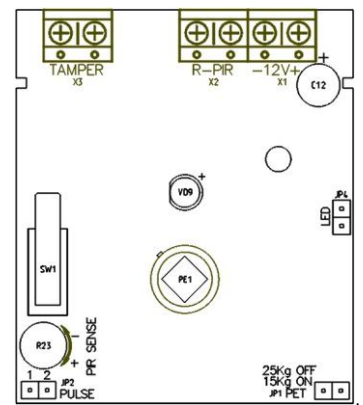

Рис. 2. Внешний вид платы извещателя
На плате обозначены (см. рисунок 2):
- подключить провода к клеммам подключения в соответствии с их назначением (см. рисунок 2);
- убедиться в наличии установленной на плате перемычки JP4 (LED) (см. рисунок 2);
Для регулировки дальности обнаружения извещателя используется потенциометр R23 (см. рисунок 2).
Для установки иммунитета используется перемычка JP1 (PET) (см. рисунок 2):